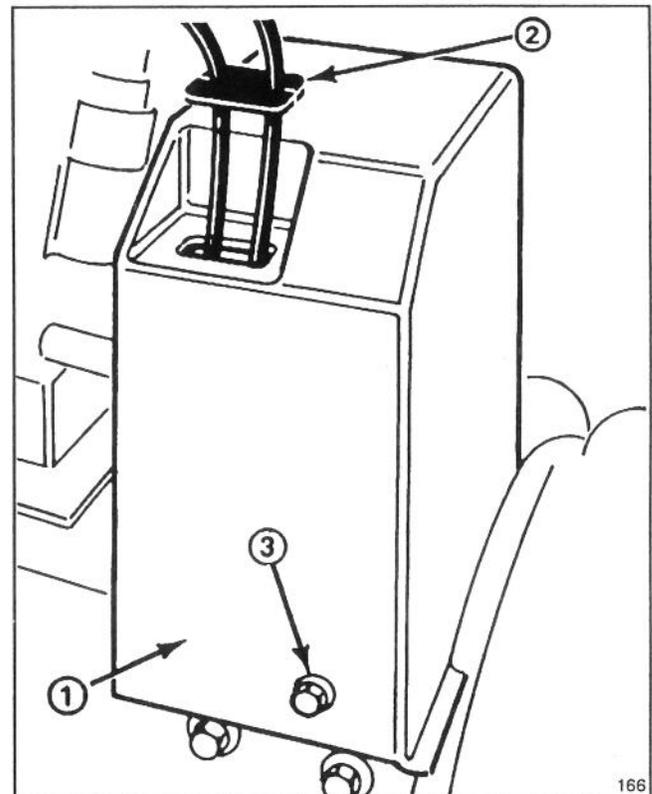

Figure 3
9. Fixez le protège-courroie supérieure au châssis du moteur à l'aide de 3 boulons à tête à collerette de 1/4-20 x 1/2" de long (fig. 3).